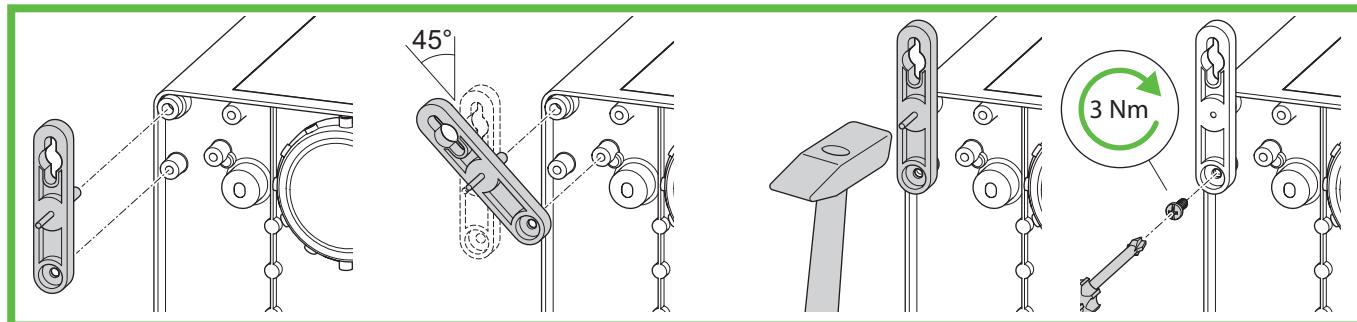
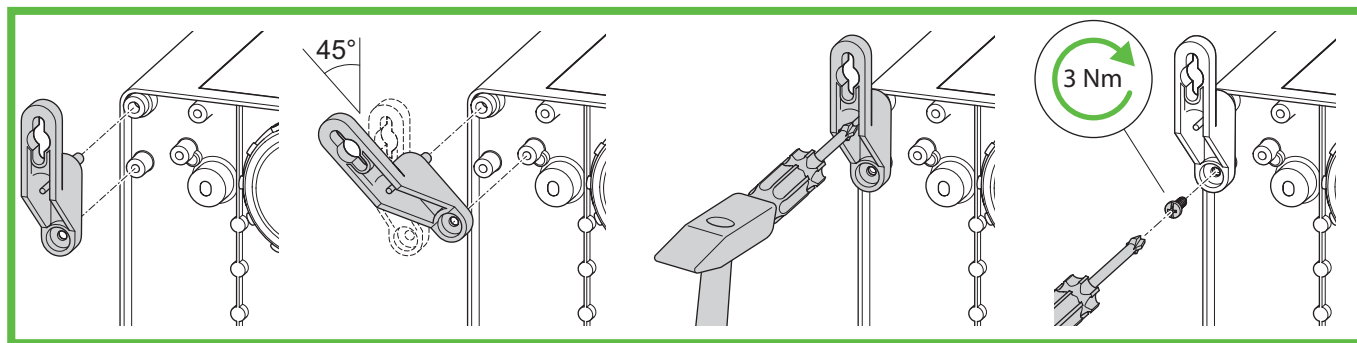

Fig. 10 : Montage ABL-10
Fig. 11 : Montage ABL-40
- ▶ Montez les œillets de fixation extérieurs (Fig. 10 ou Fig. 11).